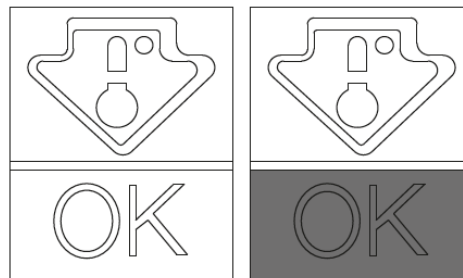

Рис. 5
- Для сохранения приятного аромата, питательных свойств и свежести продуктов рекомендуется хранить их в отделениях холодильника, как показано на Рис. 5, завернув продукты в алюминиевую фольгу или в пленку, или поместив их в закрытые контейнеры, чтобы они не впитывали запах хранящихся рядом продуктов.
Проверьте, что на индикаторе температуры четко отображается слово ОК (Рис. 5). Если ОК не отображается на индикаторе, это означает, что температура в холодильной камере слишком высокая: установите более низкую температуру и подождите около 10 часов. Проверьте показания индикатора: в случае необходимости выполните регулировку повторно.